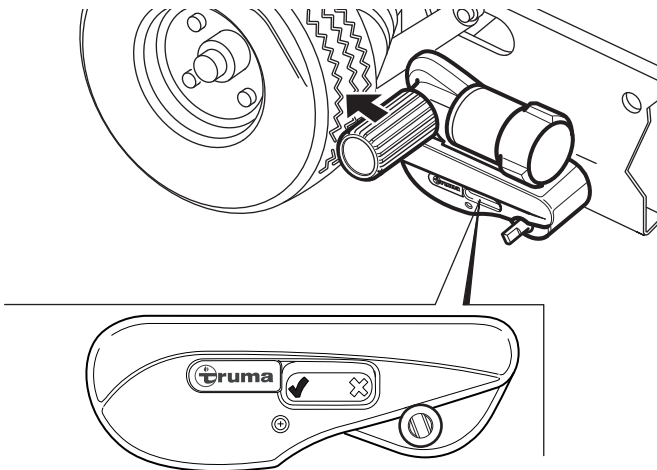

Fig. 15
- Tourner le levier de plaquage vers la roue du véhicule. Le mécanisme de plaquage doit s'enclencher de manière à ce que le levier de plaquage ne revienne plus en arrière (Fig. 14-2). Dès que le mécanisme de plaquage est enclenché, l'indicateur de position sur le boîtier du système de manœuvre indique ✓ (Fig. 15).